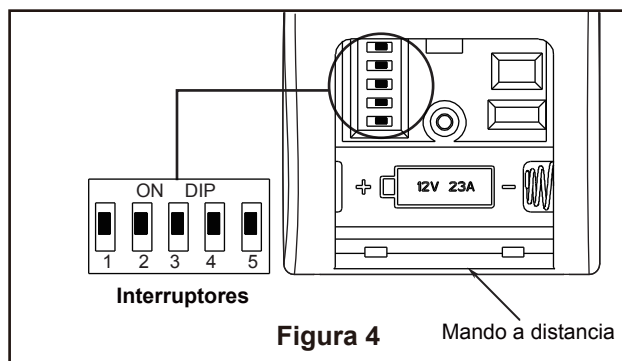

Figura 4
3. Una vez realizadas las conexiones, gire los conductores hacia arriba y, con cuidado, colóquelos dentro de la caja de salida; con los conductores blancos y verdes hacia un lado y los conductores negros hacia el otro. (Figura 4)
Instale el conector 2 de pasadores desde unidad de luz LED conexión a la unidad del motor. (Figura 4)
4. Para configurar el código del mando a distancia, mueva los interruptores de código hasta colocar el código de selección en la posición arriba o abajo. Con un destornillador pequeño o con una lapicera (no se incluye) deslice firmemente hacia arriba o hacia abajo. (Figura 4)